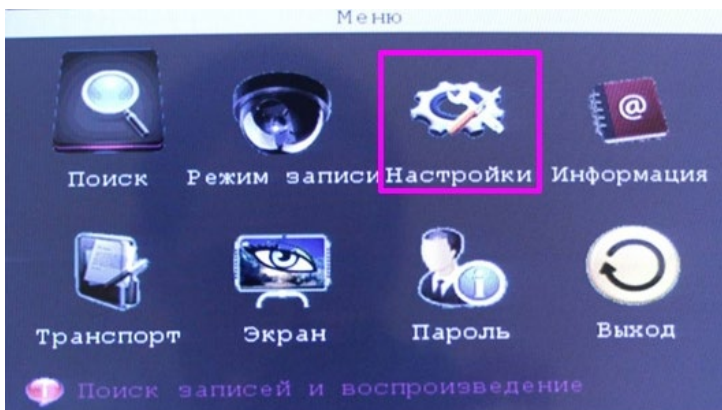
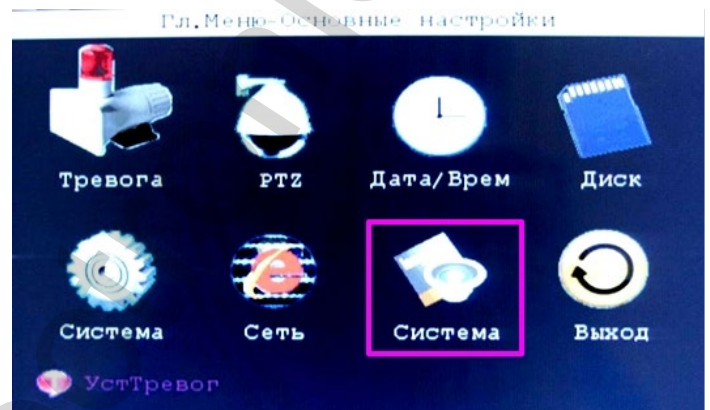

Рисунок 3.3 – Вид окна "Главное меню" с выделенным полем "Настройки"
Рисунок 3.4 – Вид окна "Настройки" с выделенным полем "Настройка системы" ("Система")
3.3.2.1.1 войти в меню Видеорегистратора (см. п. 3.1), активировать подменю "Настройки"* (см. рис. 3.3), далее в открывшемся окне активировать поле "Система" (см. рис. 3.4);
а) войти в меню Видеорегистратора (см. п. 3.1), войти в подменю "Настройки" (см. рис. 3.3), далее в открывшемся окне активировать поле "Дата/время" ("Дата/врем") (см. рис. 3. 8);
- г) после загрузки ПО Видеорегистратора (на экране монитора появятся белые линии разделяющие изображения с камер) войдите последовательно в меню Изделия (см. п. 3.1), в подменю "Настройки" (см. рис. 3.3) активируйте поле "Диск" (см. рис. 3.10);